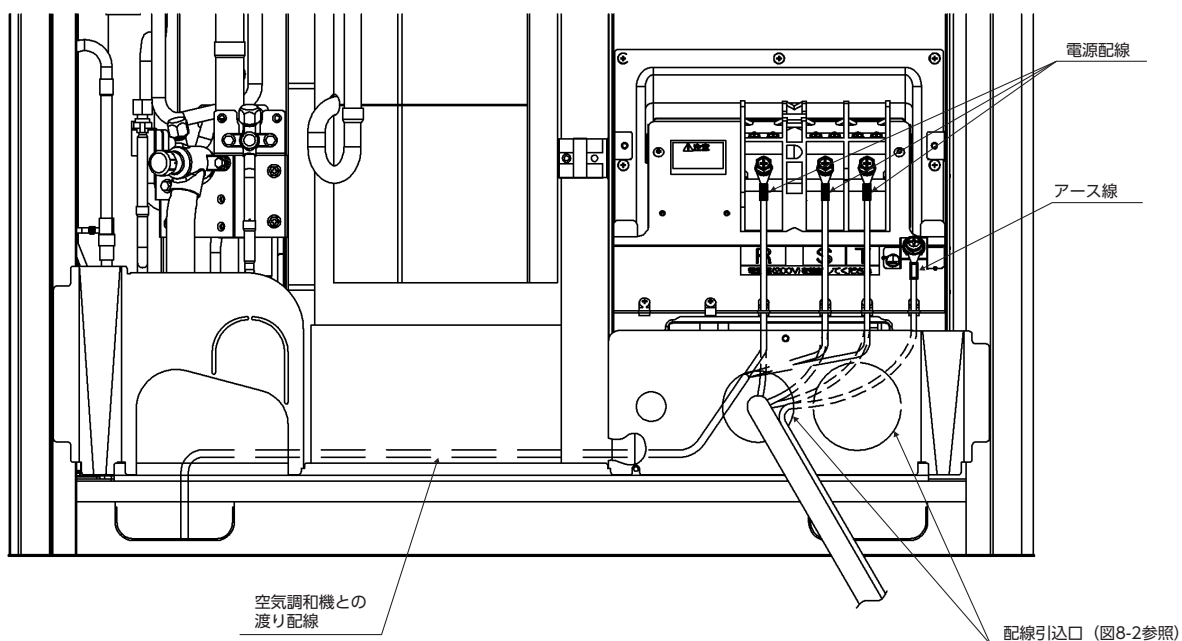

図8-7 室外ユニット内部の配線経路
- ・図8-7を参考に配線してください。電気工事終了後、電気品箱内の各電気部品のコネクタ抜けや端子台のねじ緩みがないことを確認してください。